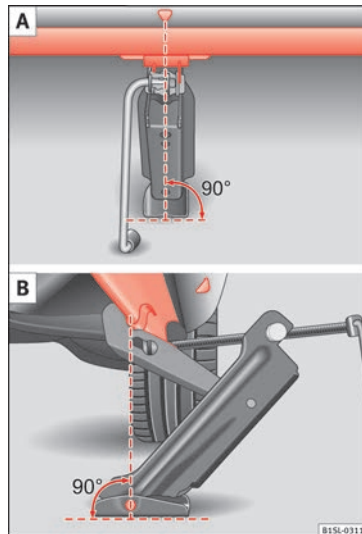

Fig. 130 Cric posizionato nella parte posteriore sinistra del veicolo.
- Collocare il cric esclusivamente nei luoghi indicati. La pinza del cric deve essere fissata racchiudendo la nervatura del rinforzo del sottoscocca » **fig. 130**.